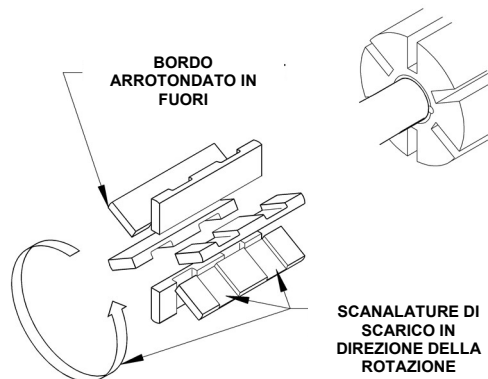

Figura 4 - Installazione della paletta
2. Per la sostituzione delle SOLE palette, rimuovere l'esterno testata (23) svitando i tappi a vite (21).
3. Girare a mano l'estremità dell'albero di trasmissione (53) finché una paletta del rotore (14) non viene a trovarsi in alto (a ore 12). Rimuovere la paletta.
4. Installare una nuova paletta, assicurandosi che il bordo arrotondato sia rivolto verso l'ALTO (faccia verso l'esterno) e che le scanalature di scarico siano rivolte VERSO la direzione di rotazione. Vedere figura 4.
- Inserire le nuove palette (14) nelle fessure del rotore tenendo i bordi arrotondati verso l'esterno, e le scanalature di scarico delle palette orientate VERSO la direzione di rotazione. Se necessario, fare riferimento alla Figura 4; spostare le asticelle di spinta con un piccolo cacciavite per installare le palette.